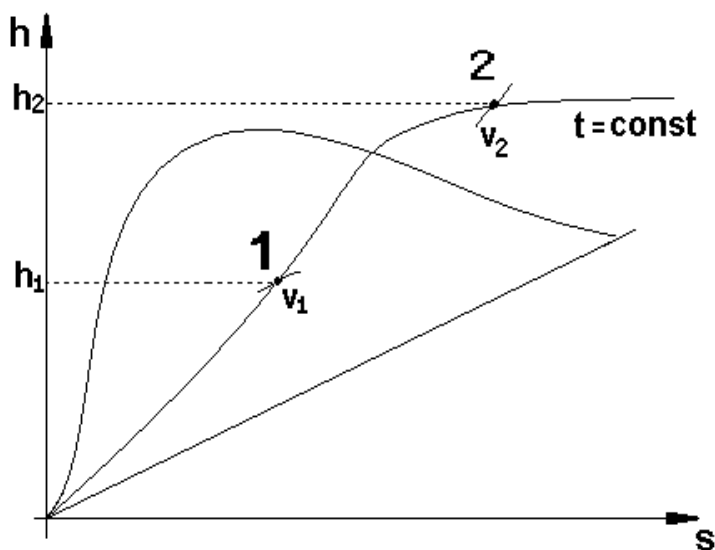

Рисунок 11 – Изображение изотермического процесса на  $hs$ -диаграмме
**Изотермический процесс** ( $T=\text{const}$ ). На рис. 11 изображен изотермический процесс на  $hs$ -диаграмме.